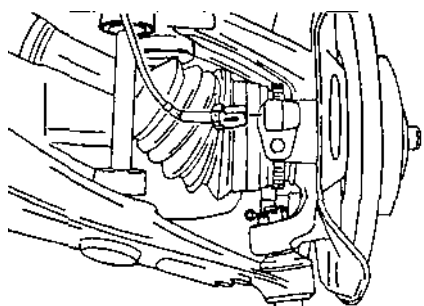

Рис. 5.6.
- сняв чеку, открутить гайку крепления пальца шаровой опоры к поворотному кулаку (рис. 5.6);